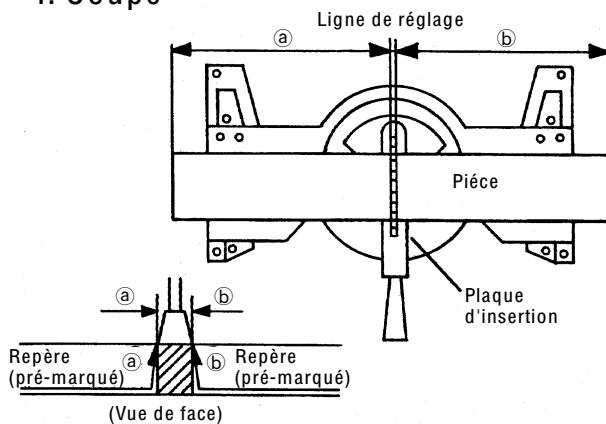

Fig. 21
- (1) Comme indiqué à la Fig. 21, la largeur de la lame est la largeur de coupe. En conséquence, glisser la pièce vers la droite (vue de la position de l'opérateur) pour obtenir la longueur **b**, et sur la gauche pour obtenir la longueur **a**.
- (2) Quand la lame a atteint sa vitesse maximale, abaisser doucement la poignée jusqu'à ce que la lame approche de la pièce.
- (3) Quand la lame touche la pièce, appuyer progressivement sur la poignée pour couper la pièce.
- (4) Quand la pièce est coupée à la longueur voulue, mettre l'outil électrique hors tension et attendre que la lame soit complètement arrêtée avant de relever la poignée en position complètement rentrée.